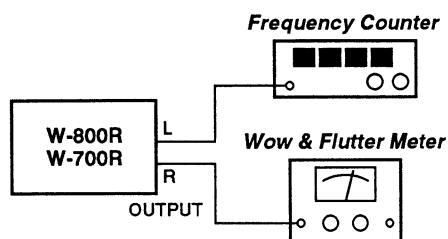

Fig. 3-1
1. Connect a wow-and-flutter meter to the deck as shown in Fig. 3-1.
1. Connect a frequency counter to the deck as shown in Fig. 3-1.
1. Fig. 3-1 のようにワウ・フラッターメーターを接続する。
1. Fig. 3-1 のように周波数カウンターを接続する。